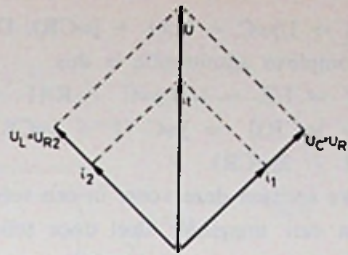
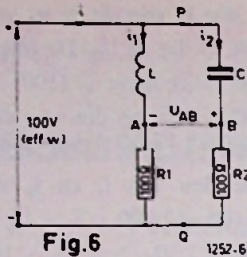
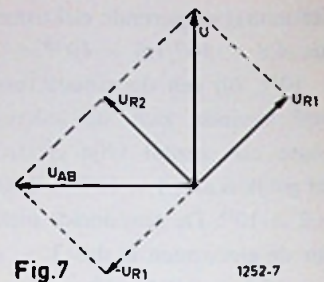

Fig. 4 1252-4
Fig. 6
Fig. 7
a. De impedantie van de beide takken is  $\sqrt{(100^2 + 100^2)} = 100\sqrt{2} \Omega$ . De effectieve waarde van de stromen  $i_1$  en  $i_2$  is dus  $100/100\sqrt{2} = 1/\sqrt{2} \text{ A}$  en de topwaarde van deze stromen is  $1 \text{ A}$ . De stroom in de L-tak ijlt  $45^\circ$  na t.o.v. de spanning, terwijl die in de C-tak  $45^\circ$  voorijlt. In fig. 4 is het gevraagde vectordiagram getekend. De spanning op  $R_1$  is in fase met  $i_1$ ; de spanning op L ijlt  $90^\circ$  voor t.o.v.  $i_1$ . De spanning op  $R_2$  is in fase met  $i_2$ ; de spanning op C ijlt  $90^\circ$  na t.o.v.  $i_2$ . We zien dus dat  $U_C$  gelijk is aan  $U_{R_1}$  en  $U_L$  gelijk is aan  $U_{R_2}$ . Tussen de punten A en B is dus geen spanning aanwezig.
c. Verwisselt men  $R_1$  en L, dan ontstaat het schema van fig. 6. Het vectordiagram van de stromen en spanningen blijft nu uiteraard gelijk aan fig. 4. Voor de spanning tussen A en B moet men nu echter het verschil nemen van  $U_{R_2}$  en  $U_{R_1}$  (of van  $U_L$  en  $U_C$ ). We zien uit fig. 7 dat deze spanning,  $U_{AB}$ , nu een grootte heeft gelijk aan de aangelegde spanning, dus een effectieve waarde van  $100 \text{ V}$ , en dat deze spanning  $90^\circ$  voorijlt t.o.v. de aangelegde spanning U.
Bij verwisseling van  $R_1$  en  $L$  (fig. 6) is  $U_{R_1} = U / (1 + j)$  en  $U_{R_2} = U / (1 - j)$ . De complexe voorstelling van de spanning tussen A en B is nu  $U_{AB} = U_{R_2} - U_{R_1} = U \{1 / (1 - j) - 1 / (1 + j)\} = j U$ .